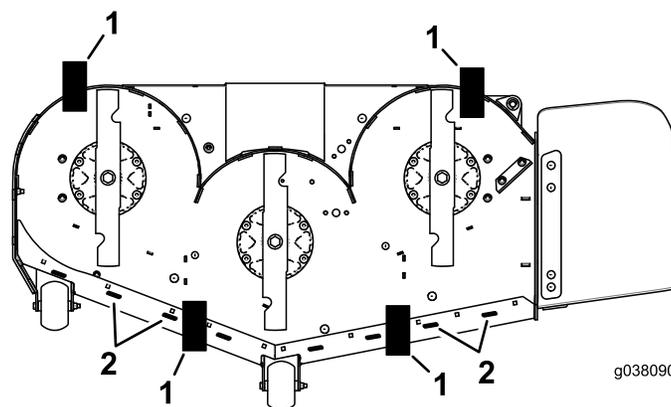

Figura 85
9. Posizionate 2 blocchi (vedi tabella sotto) sotto il bordo posteriore della falda del piatto di taglio; 1 su ciascun lato del piatto di taglio (Figura 85).